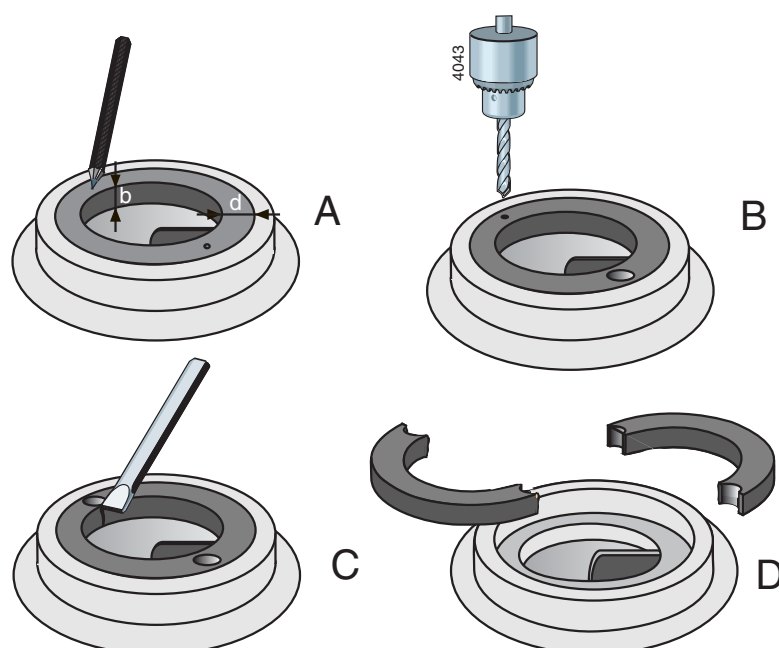

Abbildung 10: Entfernen des Spaltrings.
- 1 Die Dicke (D) und Breite (B) des Ringes messen, siehe Abbildung 10 A.
- 2 An zwei einander gegenüberliegenden Stellen mitten in den Rand des Ringes ein kleines Zentrierloch schlagen, siehe Abbildung 10 B.
- 3 Mit einem Bohrer mit einem etwas kleineren Durchmesser als die Dicke (D) des Ringes zwei Löcher in den Ring bohren, siehe Abbildung 10 C. Nicht tiefer ausbohren als die Breite (B) des Ringes. Achten Sie darauf, dass der Passrand des Pumpengehäuses nicht beschädigt wird.
- 4 Danach mit einem Meißel die restliche Ringdicke durchschlagen. Der Ring kann jetzt in zwei Teilen aus dem Pumpengehäuse herausgenommen werden, siehe Abbildung 10 D.